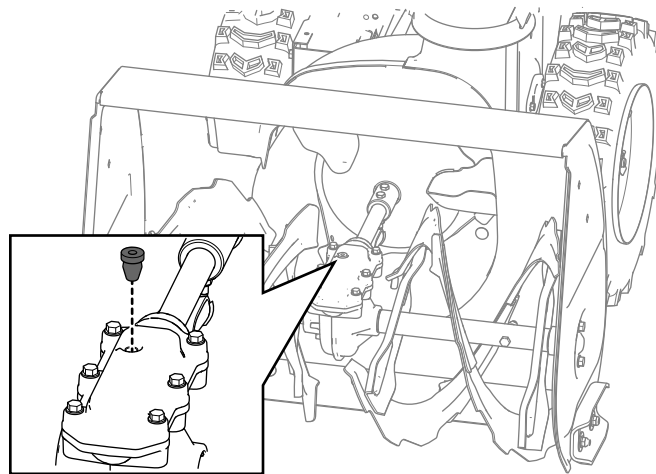

Рисунок 37
2. Очистите область вокруг заглушки трубки и снимите заглушку трубки с редуктора (Рисунок 37).